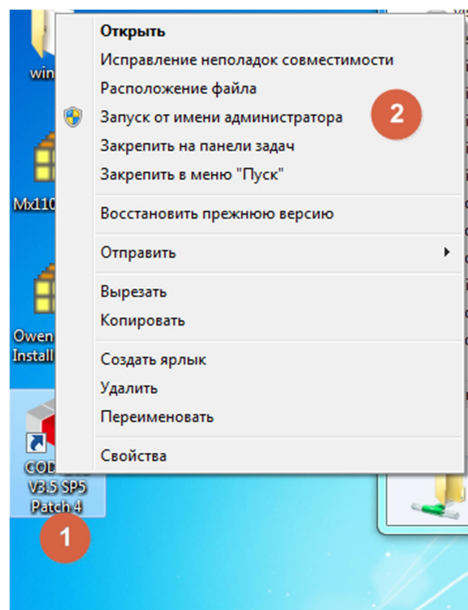
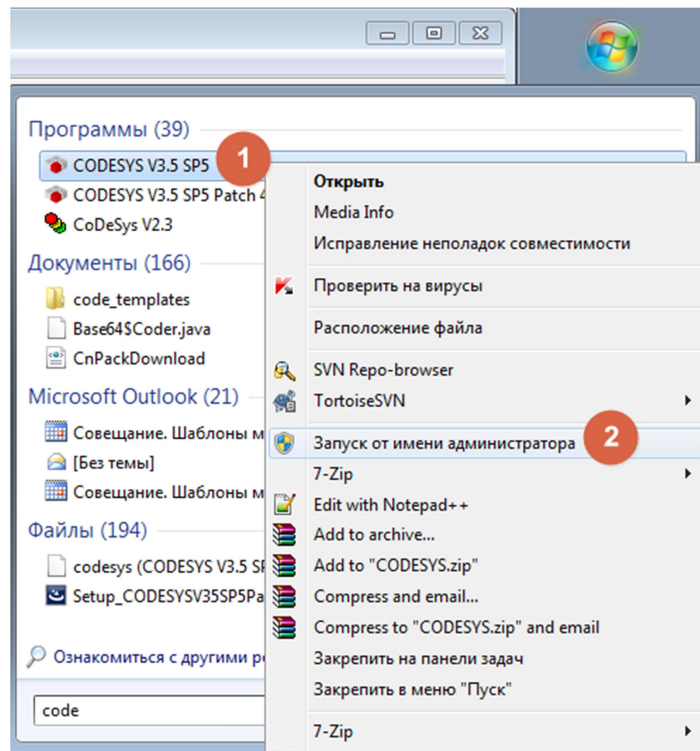

Рисунок 3.2 – контекстное меню ярлыка на рабочем столе
Рисунок 3.3 – контекстное меню ярлыка в меню «пуск»
- 1 Вызовите контекстное меню ярлыка программы на рабочем столе (рис. 3.2) или в меню «пуск» (рис. 3.3);